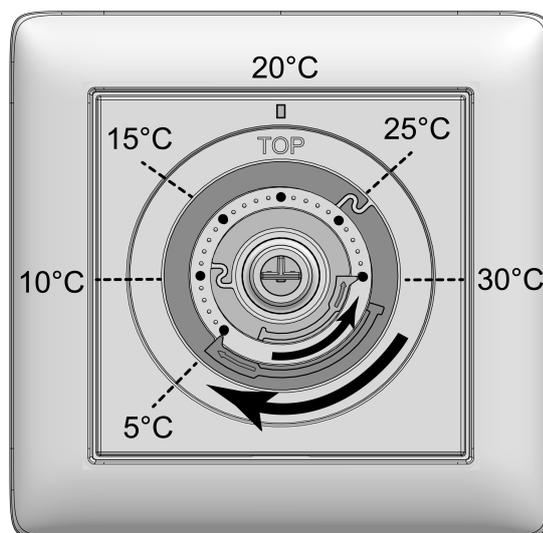

Figure 4: Bagues de réglage pour la limitation de température
En position centrale, l'appareil règle la température de consigne sur env. 20 °C. La température d'ambiance ainsi atteinte dépend du lieu de montage de l'appareil et des conditions ambiantes. La température de consigne la plus basse est d'env. 5 °C et la plus haute d'env. 30 °C (Figure 4).
- Retirer le bouton de commande (5) de la plaque centrale (4) de sorte que les bagues de réglage (7) soient visibles (Figure 4). Les valeurs de température représentées à l'image sont indicatives.